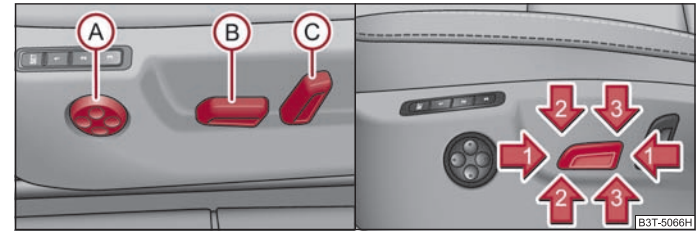

Abb. 69 Seitenansicht: Bedienelemente zum Sitz einstellen / Sitzeinstellschalter
- Drücken Sie den Schalter **B** ⇒ Abb. 69 nach vorn bzw. nach hinten **1** ⇒ Abb. 69.
- Drücken Sie den Schalter **B** ⇒ Abb. 69 nach oben bzw. nach unten.
- Drücken Sie den Schalter **B** ⇒ Abb. 69 vorn **2** ⇒ Abb. 69 bzw. hinten **3**.
- Drücken Sie den Schalter **C** ⇒ Abb. 69 in Richtung der gewünschten Einstellung.
- Um die Wölbung der Lendenwirbelstütze zu vergrößern, drücken Sie den Schalter **A** ⇒ Abb. 69 vorn.